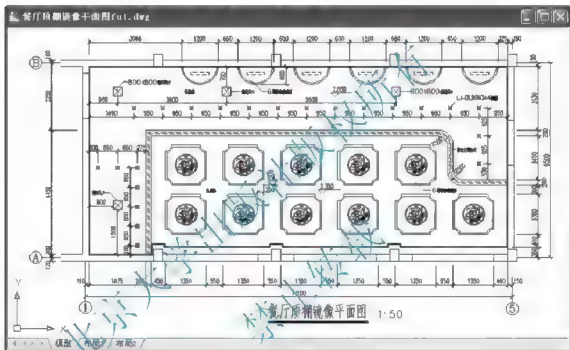

图 4.131 修整图形
- (1) 绘制通风口。
- (2) 标注标高、文字、尺寸和定位轴线。
- (3) 标注图名和比例，结果如图 4.131 所示。